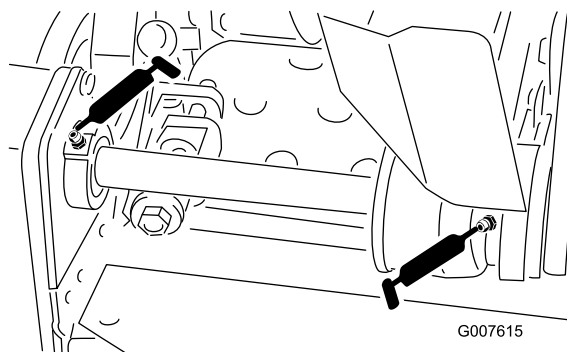

図 16
- ・ リールのカウンタシャフトのベアリング（2ヶ所）（図 16）